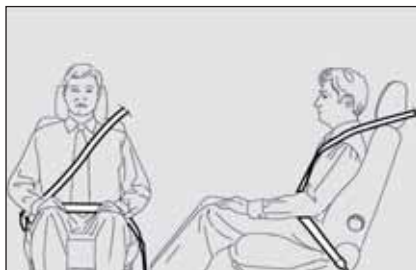

fig. 6
**AVVERTENZA** Il nastro della cintura non deve essere attorcigliato. La parte superiore deve passare sulla spalla e attraversare diagonalmente il torace. La parte inferiore deve risultare aderente al bacino **fig. 6** e non all'addome del passeggero. Non utilizzare dispositivi (mollette, fermi, ecc.) che tengano le cinture non aderenti al corpo degli occupanti.